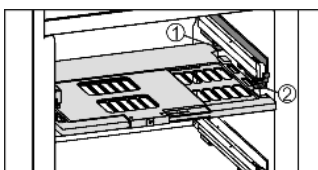

Fig. 19
- Introduire la plaque de régulation de l'humidité : insérer les travers du couvercle de la plaque par le bas dans le support arrière Fig. 19 (1) et encliqueter devant dans le support Fig. 19 (2).